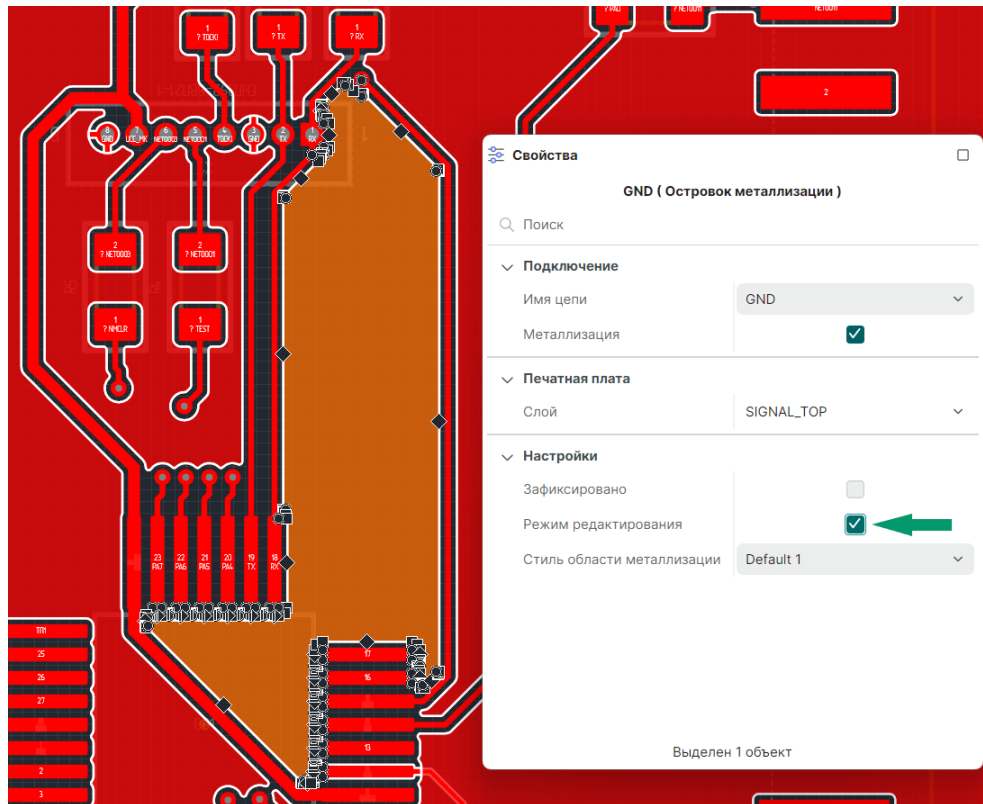

Рис. 463 Разрешение редактирования островка металлизации
- Отметьте флагом чек-бокс «Свойства» → «Настройки» → «Режим редактирования», см. Рис. 463.